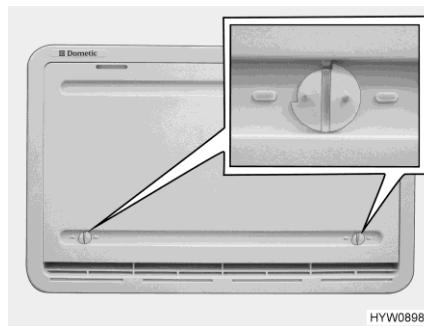

Fig. 171 Copertura invernale (griglia di aerazione del frigorifero)
Le coperture invernali (Fig. 171) proteggono il gruppo frigorifero dall'aria fredda. Posizionare le coperture invernali davanti a entrambe le griglie di aerazione del frigorifero quando la temperatura esterna scende al di sotto di +10 °C (sia per funzionamento elettrico che a gas).
- Aprire entrambi i blocchaggi (Fig. 171), la scanalatura risulterà orizzontale.